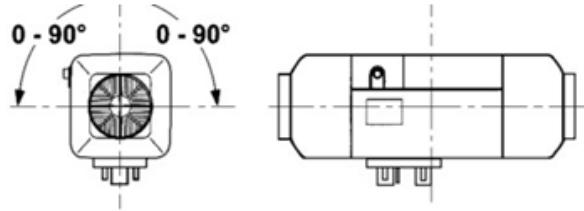

Рис.11
4.2.5 Направление установки нагревателя представлено на Рис. 11. Будьте внимательны, углы наклона (A для бензинового отопителя, В для дизельного отопителя) не должны превышать установленные пределы, указанные на рис.11, в противном случае это может повлиять на работу отопителя.